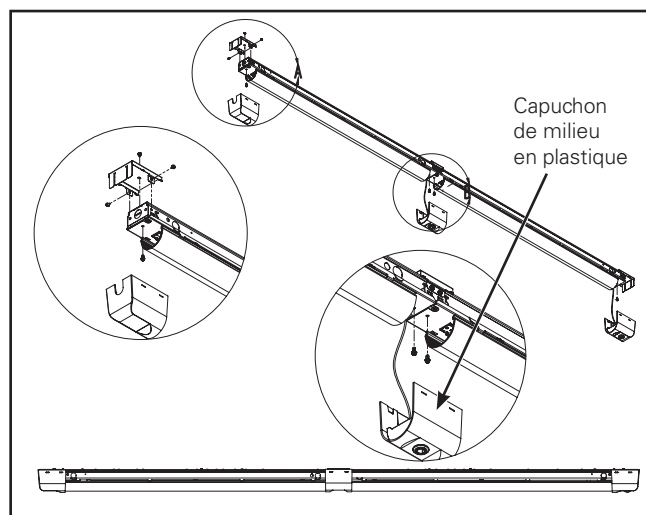

Figure 7.
5. Installez le support d'extrémité et le protège-rail sur le boîtier du rail à l'aide des vis fournies (Figure 7).